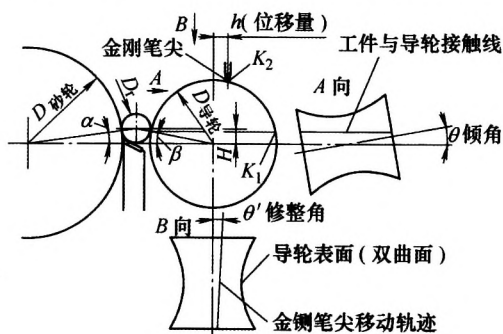

图2 导轮修整示意
(1) 位移量 h 的计算和调整 在磨削工件时为了产生轴向力,使工件连续通过磨削区,导轮必须要有一个倾角 θ ,在齿条通磨时,其母线为一直线,即导轮表面通过 K 点与工件的接触线是一直线(见图2)。
如图2中A向视图所示,该线与导轮轴线不在同一平面内,故该线绕旋转轴形成的导轮表面理论上是一个双曲面。又因为机床布置的原因,金刚笔尖不能安排在 K_1 处,只能安排在 K_2 处,这样就产生了一个位移量 h ,并沿B向视图所示轨迹移动,修出的导轮才是双曲面,才能保证与工件直线接触。
(2) 修整角 θ' 的计算和调整 由图2可知,为了获得一个理想的双曲面,金刚笔尖在一个要按B向所示的轨迹移动,如果 $\theta'=0$,则修出的导轮为一圆柱体,与工件不可能直线接触,所以 θ' 永远不能为0,理想的修整角 θ' 可按下式计算:
在位移量和修整角的调整过程中,通磨时导轮一般为后倾,此时位移量应向后,修整角为顺时针方向(见图2)。位移 H 和修整角 θ' 在出厂时已设定好,